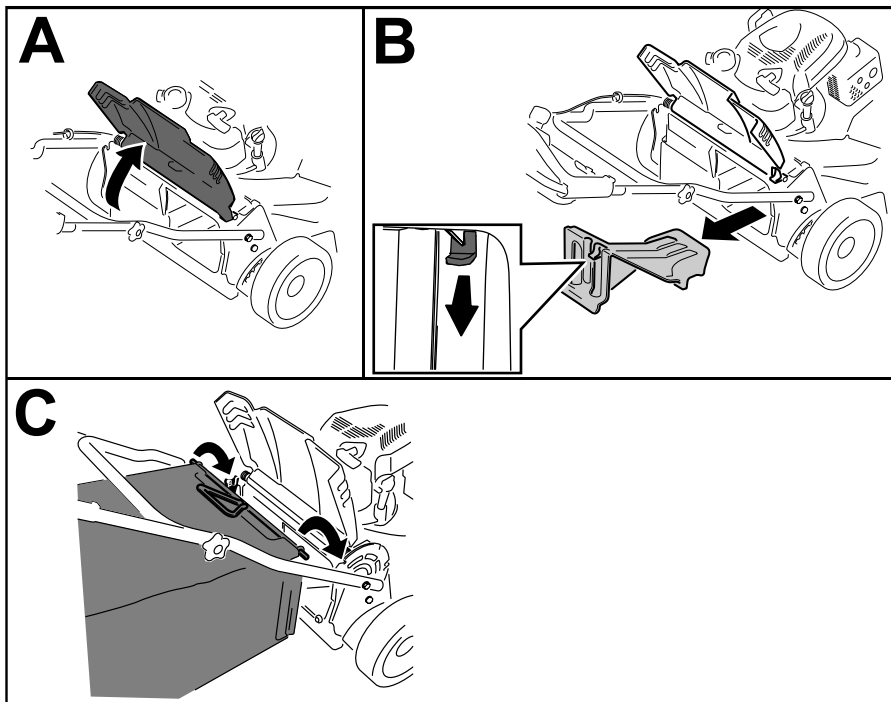

Figura 24
1. Levante y sujete la puerta trasera (Figura 24, A).
2. Retire el tapón de descarga trasero presionando hacia abajo sobre el enganche con el dedo pulgar y extrayendo del tapón de la máquina (Figura 24, B).
3. Instale la varilla de la bolsa en las muescas de la base del manillar, y mueva la bolsa hacia adelante y hacia atrás para verificar que la varilla está asentada en el fondo de cada muesca (Figura 24, C)